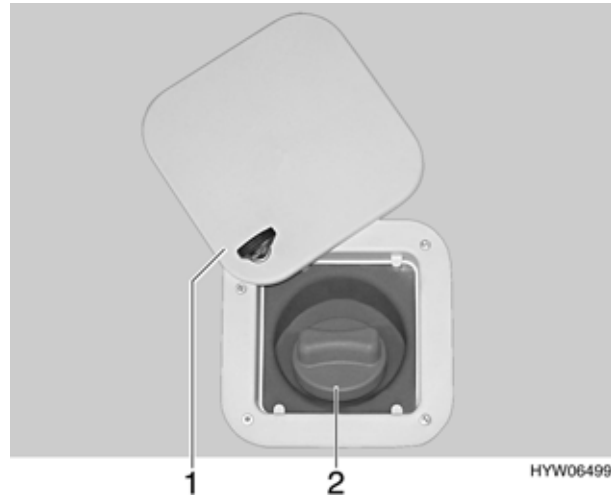

Fig. 93 Coperchio per bocchettone di riempimento dell'acqua potabile
- Aprire la serratura e girare verso l'alto lo sportello esterno (Fig. 93,1) (vedi capitolo 5).
- Girare il coperchio blu (Fig. 93,2) in senso antiorario di un quarto di giro.
- Aprire il bocchettone di riempimento dell'acqua potabile posto sulla parete (Fig. 93) esterna dell'autocaravan.